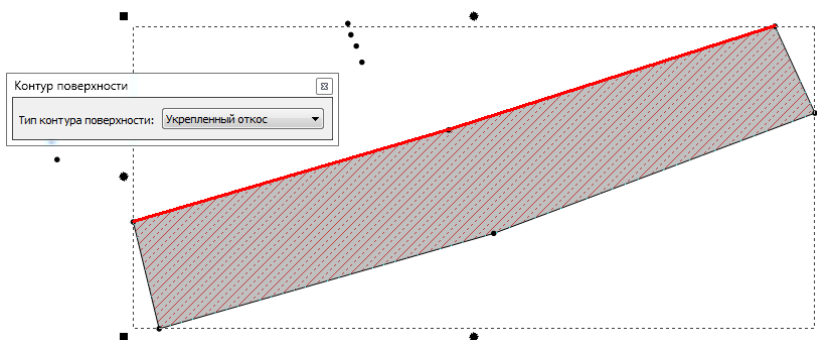

рис. 19
4) Перемещением мыши добиться выделения верхней линии откоса красным контуром (рис. 19).